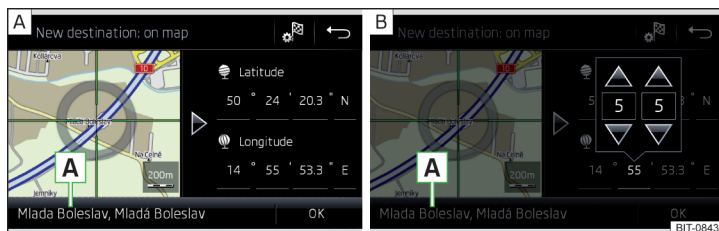

Fig. 166 Introducerea destinației: prin intermediul punctului de pe hartă/cu ajutorul coordonatelor GPS
- ▶ Prin atingerea ecranului, deplasați destinația dorită în punctul de intersecție al liniilor » fig. 166 - **[A]**.
- ▶ Atingeți și setați pe rând, valorile coordonatelor GPS » fig. 166 - **[B]**.
Dacă în datele de navigație ale Infotainment sunt disponibile informații despre punct, acestea sunt afișate în locul coordonatelor GPS (de exemplu adresa **[A]** » fig. 166).